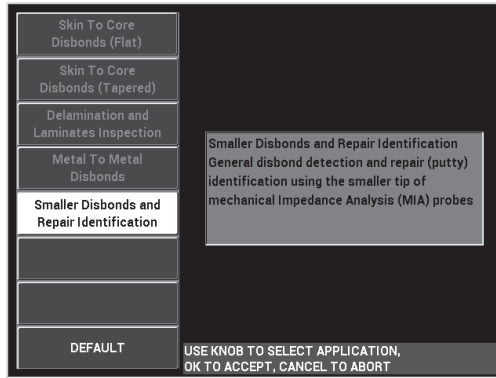

Figura 6-23 Aplicação para descolamentos pequenos e identificação de reparo
3. Selecione a aplicação **Pequenos descolamentos e identificação de reparo** e, em seguida, pressione  para aceitar (veja Figura 6-23 na página 147).